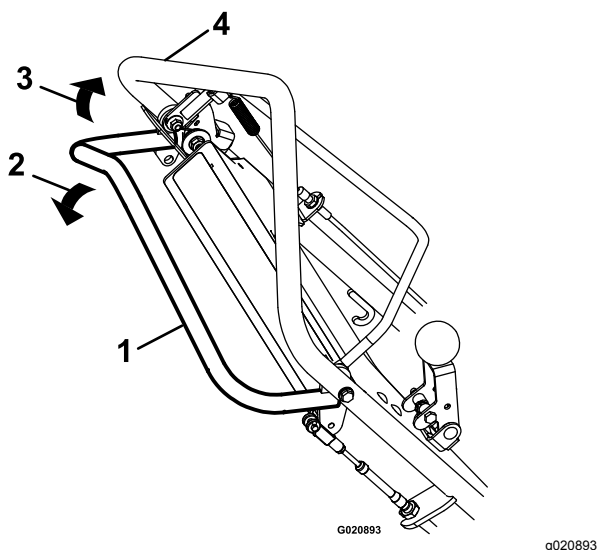

Figura 12
- Para desplazarse hacia adelante, apriete la barra de autopropulsión contra el manillar (ver Figura 12).